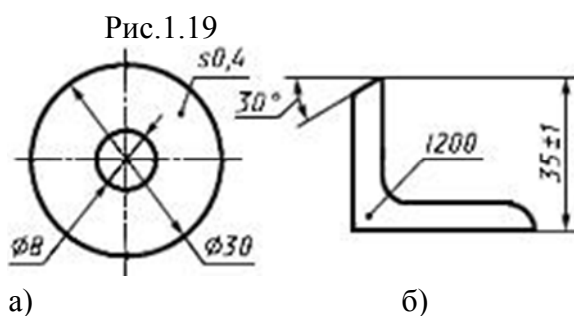
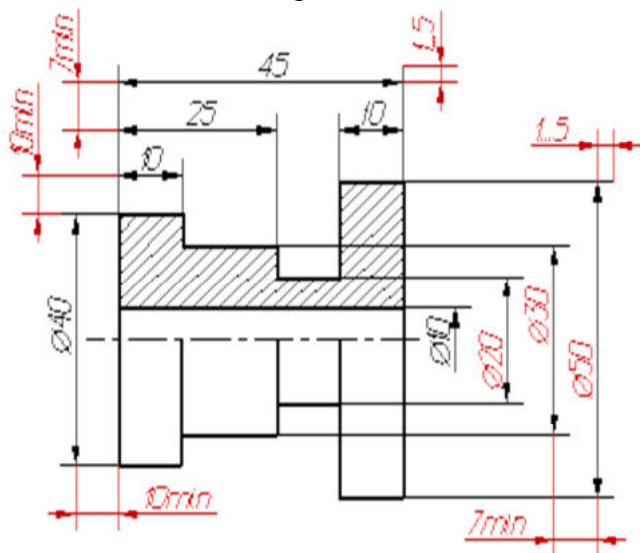

Рис.1.20
Рис.1.21
24. Размерные линии предпочтительно наносить вне контура изображения, располагая по возможности внутренние и наружные размеры по разные стороны изображения (рис. 1.21). Однако размеры можно нанести внутри контура изображения, если ясность чертежа от этого не пострадает.
дополнительным средством для пояснения формы предмета или его элементов, представляющих собой поверхность вращения. Этот знак проставляется перед размерным числом диаметра во всех случаях (рис. 1.20а). В ряде случаев, пользуясь этим знаком, можно избежать лишних изображений. Так, применение знака Ø позволило для детали на рис. 1.21 ограничиться одним изображением.